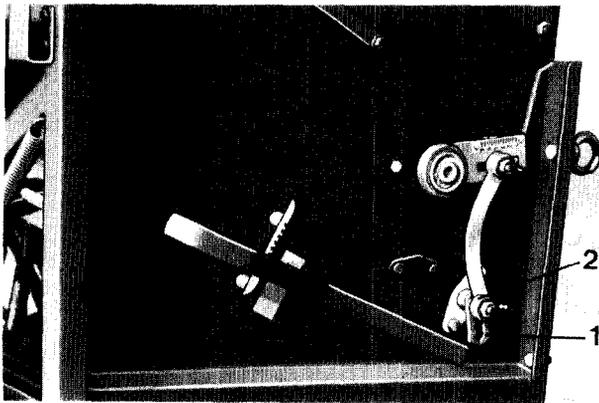

Fig. 33
- a) Dans la manivelle de l'arbre de distribution (fig. 33/1), il faut fixer la vis avec le palier de la bielle (fig. 32/2) en position 0, 1, 2 ou 3 dans le trou oblong conformément à l'indication dans le tableau de poudrage. L'appareil de poudrage n'est pas entraîné en position 0. La position 3 correspond à la quantité maximale de poudre. Les positions 1 et 2 sont les valeurs intermédiaires du réglage approximatif.
- b) Régler sur l'échelle graduée de la biellette (fig. 33/3) le chiffre figurant sur le tableau de poudrage. Les chiffres plus élevés signifient les quantités de poudre plus grandes. Le réglage précis est effectué sur la biellette (fig. 33/3).
La trémie étant vide, on peut fixer les couvercles (fig. 32/5) des poudreuses au-dessous des carters de dosage dans les supports prévus et effectuer un contrôle à poste fixe avec le même nombre de tours de manivelle comme pour les graines. Le produit de poudrage tombe dans les couvercles et peut être versé des couvercles dans un petit récipient et pesé sur un pèse-lettres. Dans le cas du dosage habituel de 200 g / 100 kg ou 2 g / 1 kg, il doit en résulter la quantité de poudre de 10 g. Si cette quantité n'est pas exactement atteinte, on peut l'obtenir en rectifiant le réglage sur la biellette (fig. 33/3).